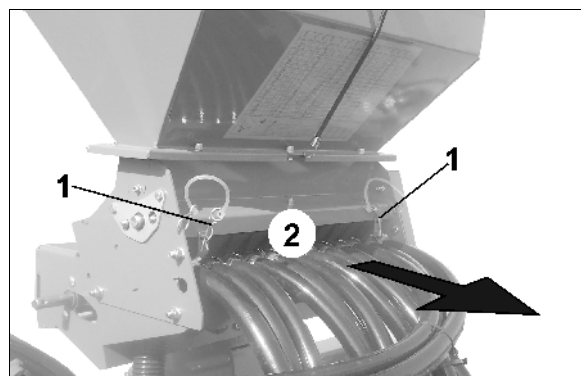

Fig. 23
2. Beide Federstecker (Fig. 23/1) ziehen.
3. Dosiereinheit (Fig. 23/2) bis zum Anschlag nach hinten herausziehen.